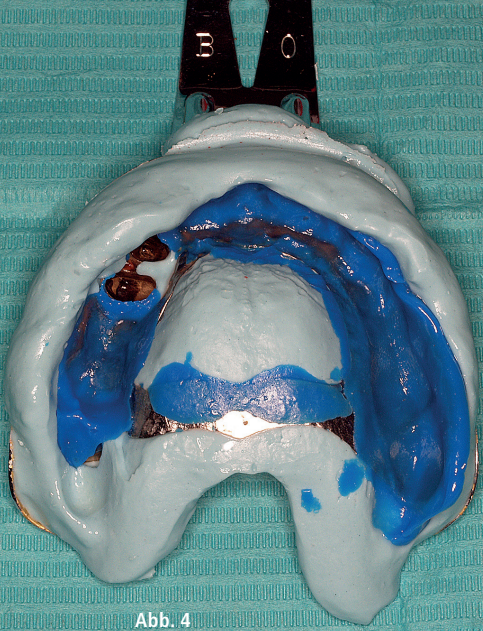

Abb. 4
**Abb. 4:** Unterfütterungs- und Überabformung der bisherigen Prothese zur Planung der Implantatpositionen und als Basis für die Simplant-Bohrschablone. – **Abb. 5:** Planung der Implantatpositionen und Einschubrichtung mit der Simplant-Software.